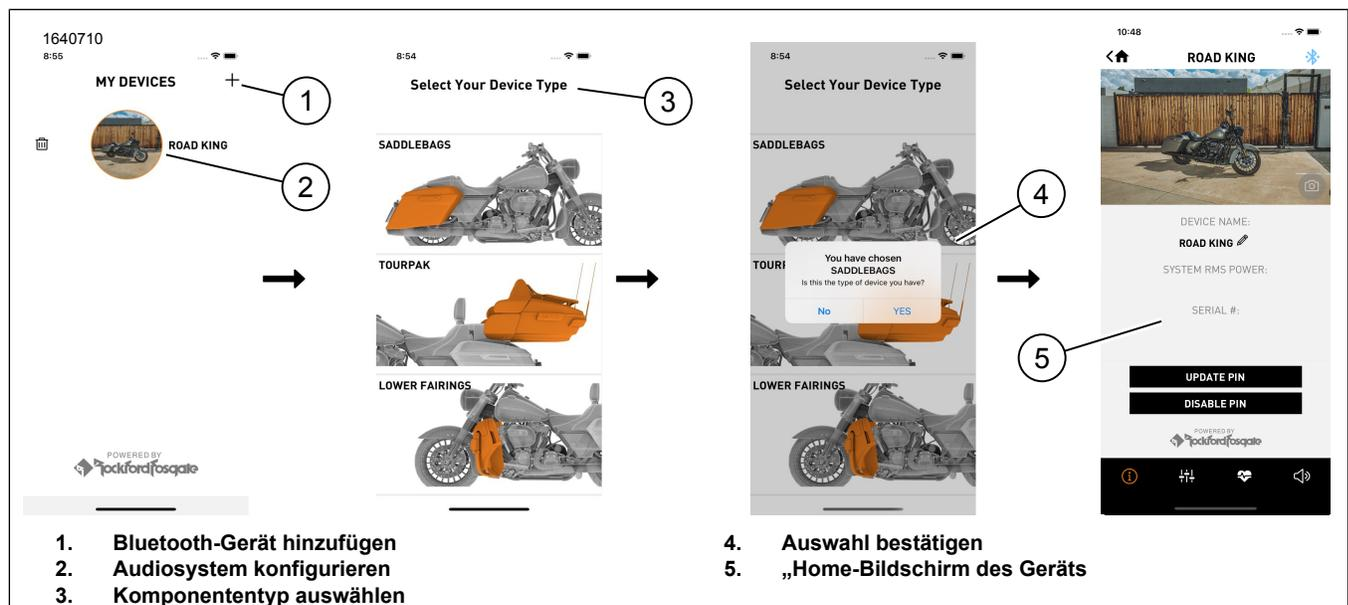
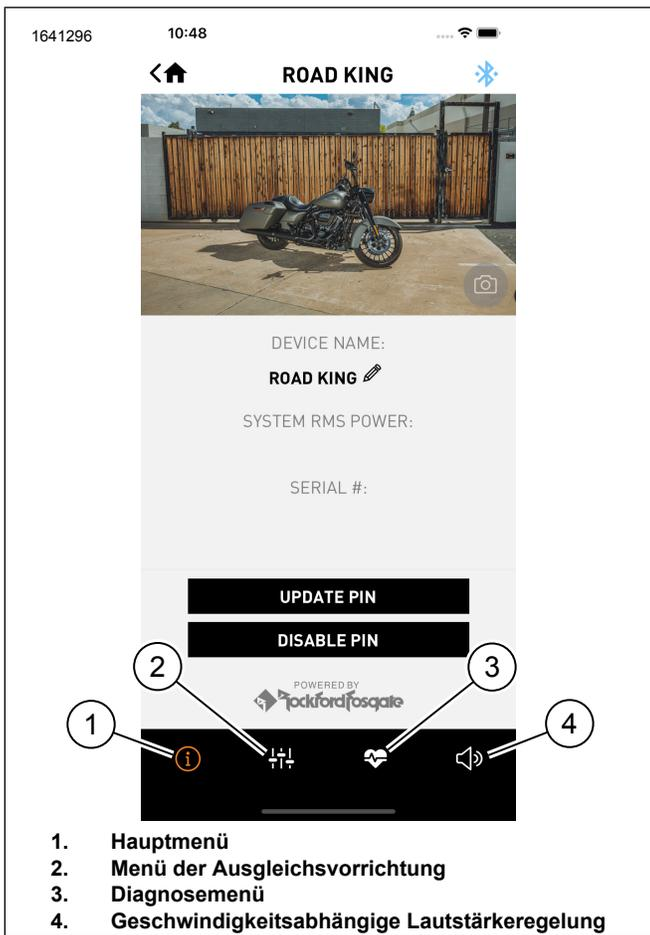
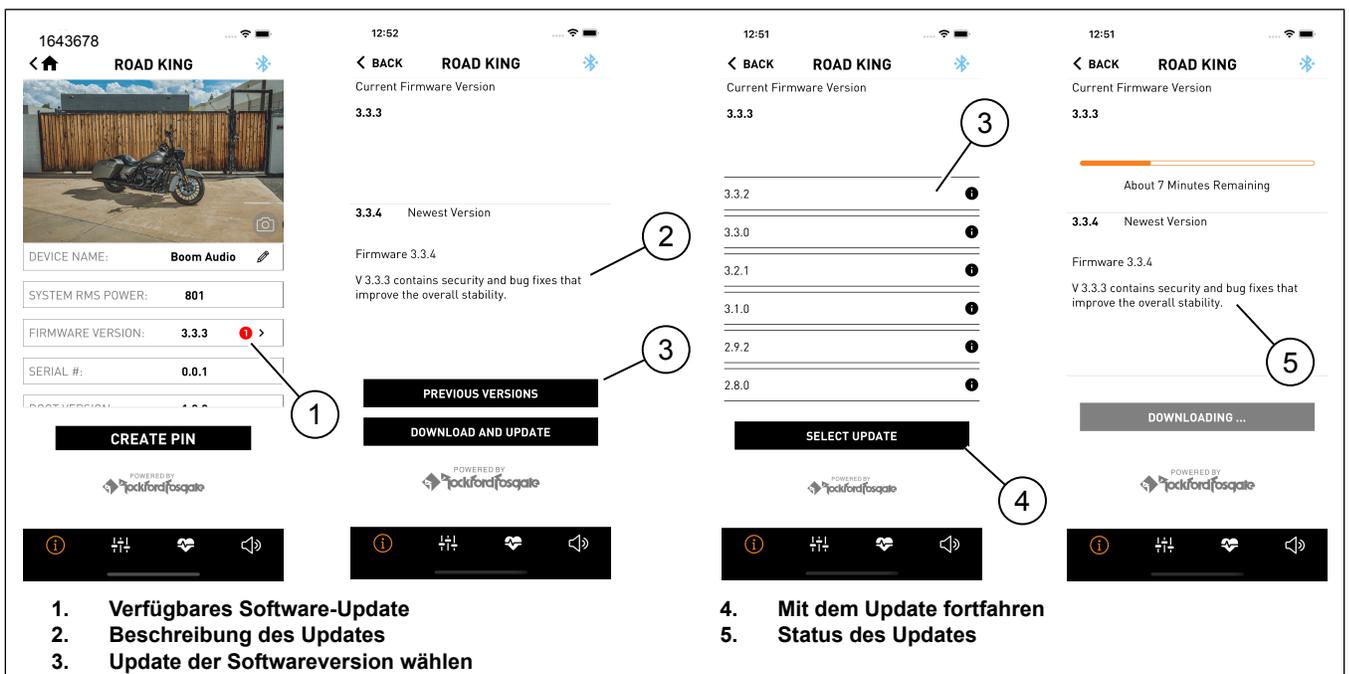

Abbildung 17. Einrichtungsprozess
Abbildung 18. Menüleiste
Abbildung 19.
1. Abbildung 17 Zugriff auf das Audiosystem.
- a. Das Gerät (1) mit dem System koppeln.
- b. Das Fahrzeug-Soundsystem über App-Menüs (2) einrichten.
2. Wählen Sie die Konfiguration (3), in der Lautsprecher im Fahrzeug eingebaut wurden.
3. Bestätigen Sie die Auswahl (4).
4. Nach Abschluss der Einrichtung wird der „Home-Bildschirm des Geräts (5)“ angezeigt.
5. Abbildung 18 Drücken Sie die Menüleistensymbole für:
- a. Hauptmenü (1)
- b. Menü der Ausgleichsvorrichtung (2)
- c. Diagnosemenü (3)
1. Abbildung 19 Der rote Kreis zeigt an, dass ein Software-Update verfügbar ist (1).
2. Kurze Beschreibung des Updates (2).
- b. Drücken Sie die vorherige Version (3), wenn Sie stattdessen diese Version installieren möchten.
3. Wählen Sie ein Versionsupdate (3) und fahren Sie mit dem Update (4) fort.
- a. Abbildung 18 Durch Drücken des Symbols Hauptmenü (1) erhalten Sie weitere Informationen zum Update.
4. Der Bildschirm zeigt den Status des Updates (5) an, der auf den Verstärker angewendet wird.